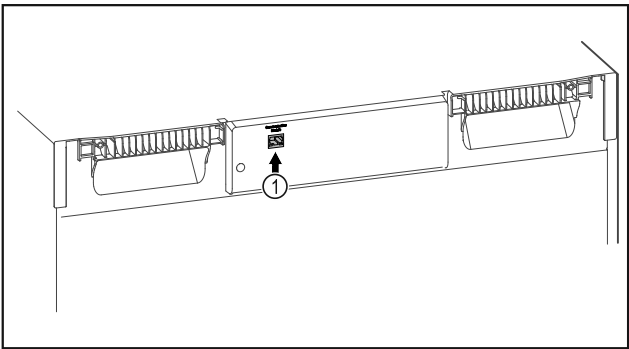

Fig. 136
- ☐ SmartModule Fig. 136 (1) 已使用。